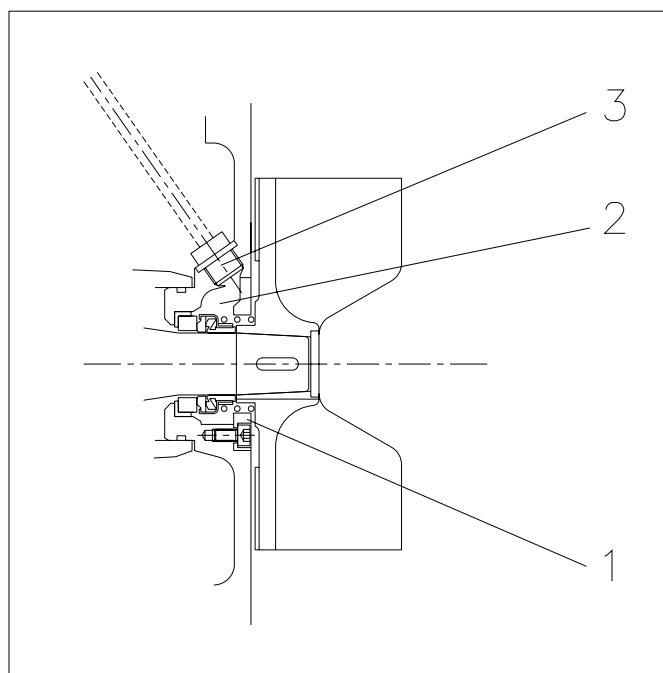

Fig. 10.1
La pompe peut être livrée, en option, avec un rinçage du joint l'axe. Voyez Figure 10.1. Un anneau (1) est monté dans le logement du joint, avec un petit jeu vis-à-vis de l'axe ou du joint.